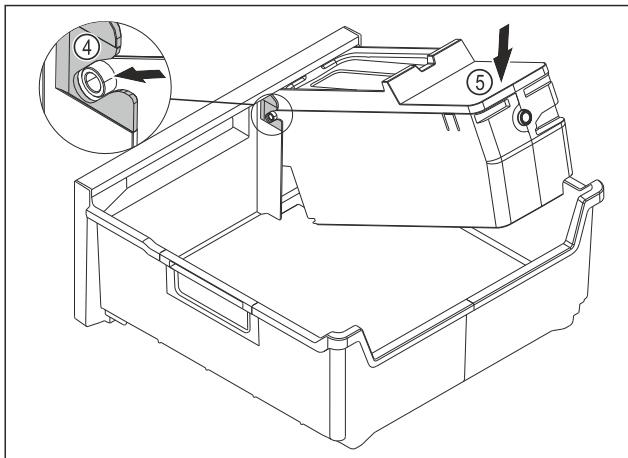

Fig. 145
- Смонтируйте корпус EasyTwist-Ice: Вставьте оси корпуса EasyTwist-Ice в направляющие Fig. 145 (4).
► Вдавите корпус EasyTwist-Ice Fig. 145 (5) вниз.